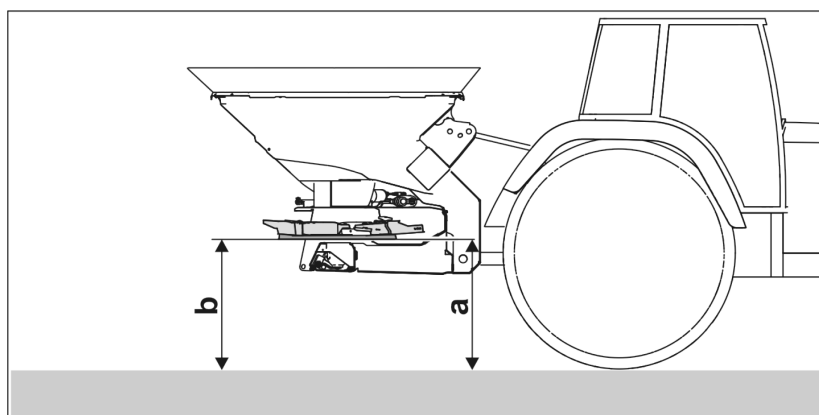

Bild 44
2. Lossa förreglingen (Bild 44/1).
3. Sök reda på den nödvändiga spjällpositionen på skalan (Bild 44/2).
4. Justera avläsningskanten (Bild 44/3) på inställningsspaken (Bild 44/4) så att kanten pekar på skalvärdet.